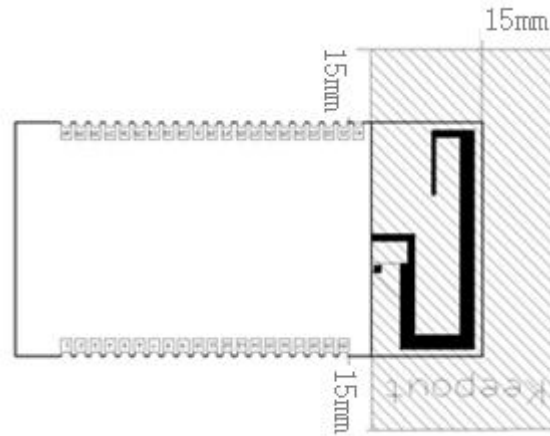

图 10 PCB 天线最小净空区（单位：mm）
- 请根据回流焊曲线图进行 SMT 贴片，峰值温度 245℃，回流焊温度曲线如 5.5 节图 10 所示；